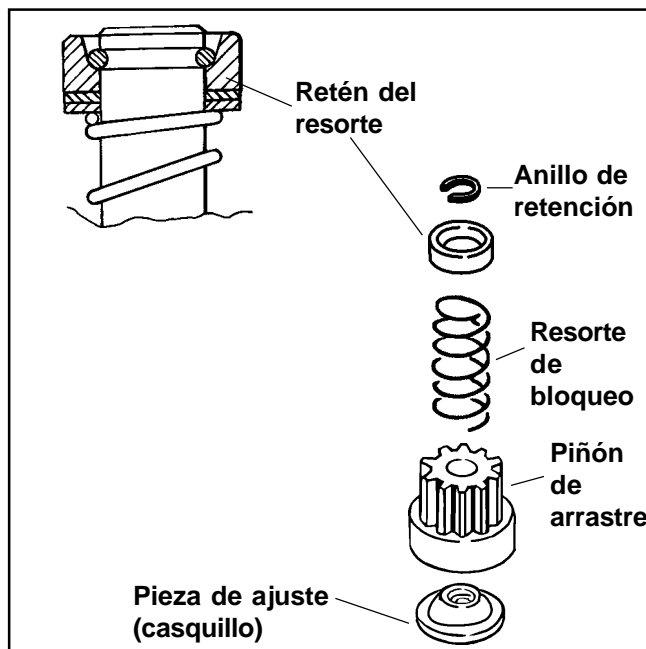

Figura 7-12. Piezas de la transmisión.
Cada **tres años** o **150 horas** de funcionamiento, limpie y engrase las estrías del eje de transmisión del motor de arranque. Si el piñón de arrastre está desgastado o tiene los dientes astillados o rotos, deberá cambiarlo. Ver Figura 7-12.
2. Tomando como referencia la Figura 7-12, agarre el retén del resorte y empújelo hacia el motor de arranque, comprimiendo el resorte de bloqueo y dejando al descubierto el anillo de retención.